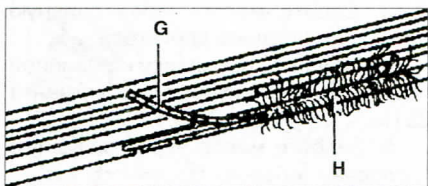

Рис. 1.6. Разрыв корда, выход его наружу **G** и обтирание корда **H**.
- разрыв корда, выход его наружу **G** и обтирание корда **H** (рис.1.6);